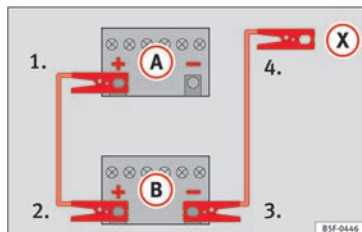

Bild 86 Skiss över anslutning i fordon utan start-/stoppsystem.
2. Anslut ena änden av den **röda** startkabeln till pluspolen **+** på bilen med det urladdade batteriet **A** » » **bild 86**.
4. **Fordon utan start-/stoppsystem:** Anslut ena änden av den **svart** startkabeln till minuspolen **-** i bilen som ger ström **B** » » **bild 86**.